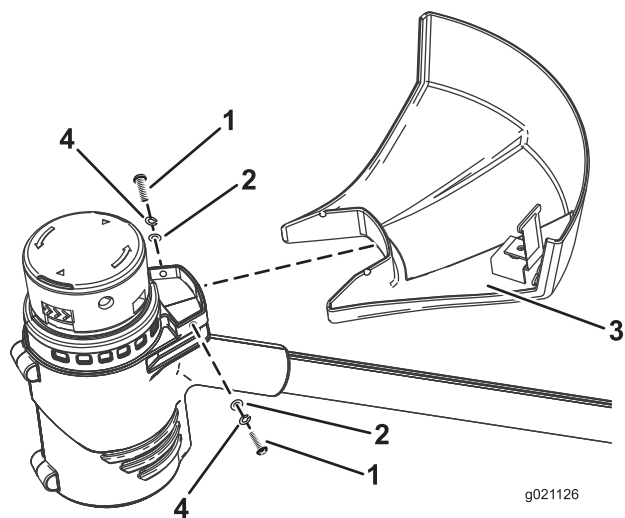

Figura 3
1. Retire los 2 tornillos Phillips y las arandelas que están sujetos con cinta al protector (Figura 3).
2. Deslice el protector sobre la base de la desbrozadora, según se muestra en Figura 3.